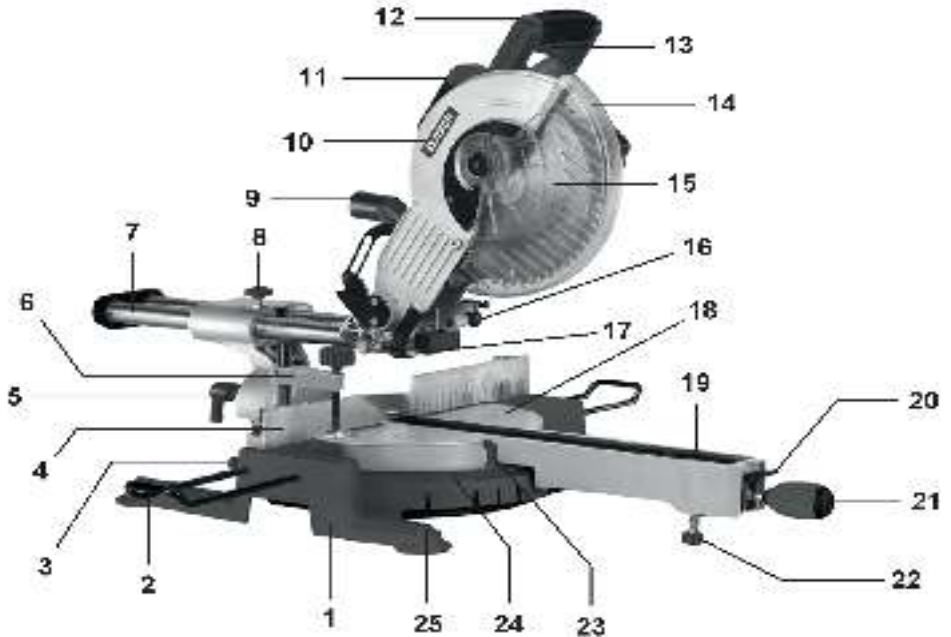
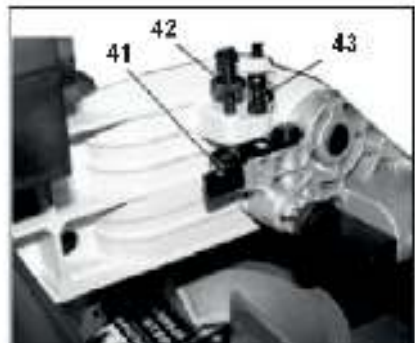
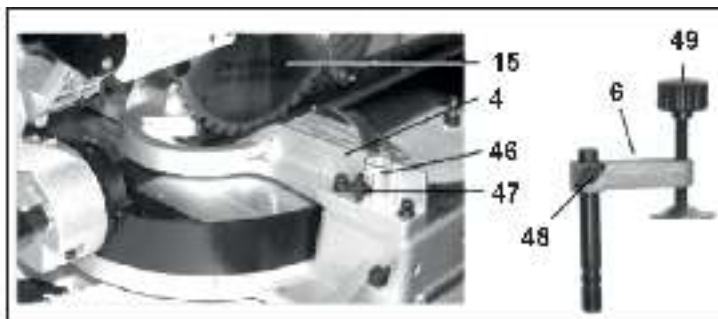

Рис. 1
Рис. 8
Рис. 11
6.1. Сборка (Рис.1)
6.2. Приведение пилы в верхнее положение (Рис. 1)
Удерживая пилу за рукоятку (12), переместите её в верхнее положение, как показано на (Рис.1).
6.3. Транспортировка (Рис. 1)
6.4. Монтаж (Рис.1).
6.5. Установка поворотного стола в положение 0° (Рис.1)
Пила оснащена пильным диском (15) (255x2,8x30мм) (Рис. 1).
Ослабьте винт фиксации (8) (Рис. 1), переведите пилу в заднее положение. Для регулировки положения 90° ослабьте контргайку болта (36) (Рис. 5). Вра-
щением болта (36) установите пильный диск (15) (Рис. 1) по угольнику (не комплектуется) относительно поворотного стола (17). Положение зафиксируйте контргайкой болта (36). При необходимости, ослабьте винт фиксации (39) указателя (38) (рис. 6). Указатель (38) совместите со значением 0° по шкале (37).
Регулировка положения упора (Рис. 1, 7)
Регулировка глубины пиления (Рис. 1, 8)
Винт (43), (Рис. 8), ограничивает максимальное опускание пильного диска (15), (Рис.1). Для регулировки максимальной глубины опускания пильного диска (15) ослабьте контргайку винта (43), (Рис. 8).
Отрегулируйте и зафиксируйте контргайкой положение винта (43), (Рис. 8). Ограничение глубины пропила регулируется вращением винта (42), (Рис. 8). Для того, чтобы винт (42) ограничивал опускание пильного диска (15) на требуемую глубину пиления, необходимо переместить упор (41).
Регулировка возвратной пружины (Рис. 1, 9, 10)
Возвратная пружина (44) (Рис. 9), служит для автоматического подъема пильного диска (15) (Рис. 1) после пиления. Жесткость возвратной пружины (44) регулируется винтом (45) (Рис.10).
6.9. Установка обрабатываемой заготовки (Рис. 1, 11)
Вертикальная струбцина (6) устанавливается в упоре (4) в одно из двух специальных отверстий (46) (Рис. 11) справа или слева от пильного диска (15) (Рис. 1).
Пила позволяет производить поперечное пиление под углом 90° и косое пиление до 45° влево и вправо. Для выполнения косого пиления необходимо установить на необходимый угол поворотный стол (18) за рукоятку (21), удерживая фиксатор (20) (Рис. 1). Положение зафиксируйте вращением рукоятки (20). При длительной работе с одним заданным углом периодически проверяйте точность установки, так как фиксация рукоятки (20) может ослабнуть.